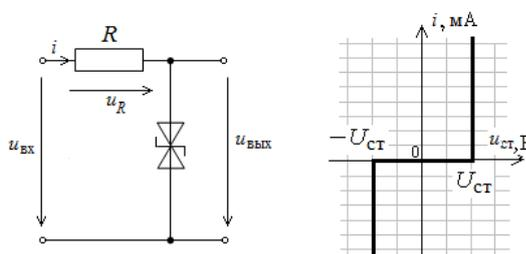

Рис. 7
3. На рис. 7 представлена схема стабилизации напряжения с полупроводниковыми стабилитронами (опорными диодами), где  $R$  – балластное сопротивление,  $U_{ст}$  – напряжение стабилизации опорного диода. ВАХ нелинейного двухполюсника, представляющего собой соединение двух полупроводниковых стабилитронов, представлена на рис. 7. Используя метод кусочно-линейной аппроксимации, построить кривые мгновенного значения напряжения на балластном сопротивлении  $u_R(t)$  и выходного напряжения  $u_{вых}(t)$ . Частота входного синусоидального напряжения  $f=100$  Гц, напряжение стабилизации  $U_{ст}=6$  В, действующее значение напряжения на входе  $U=7$  В, значение балластного сопротивления  $R$  приведено в табл. 1.